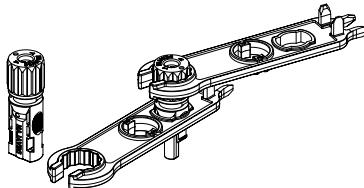

图5.5带帽螺母的接头
- 将触点引脚插入接头顶部, 并将接头顶部的帽螺母完全拧紧, 如图5.5所示。